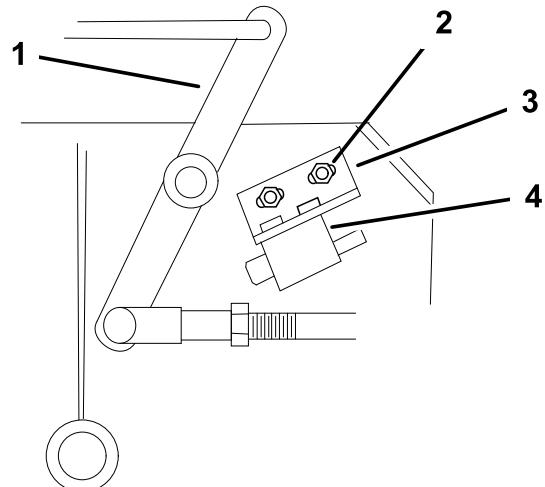

Bild 51
Stellen Sie sicher, dass der Umlenkhebel das Schaltergehäuse **nicht** berührt, da der Schalter sonst beschädigt werden kann (Bild 51).
4. Stellen Sie sonst den Messersicherheitsschalter ein, indem Sie die Schrauben lösen, mit denen die Schalterhalterung befestigt ist (Bild 51).